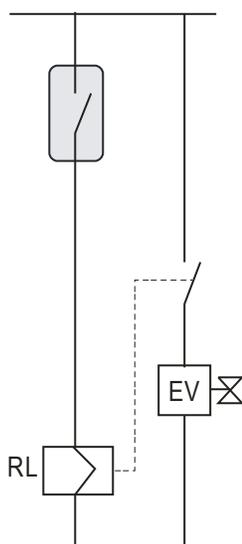
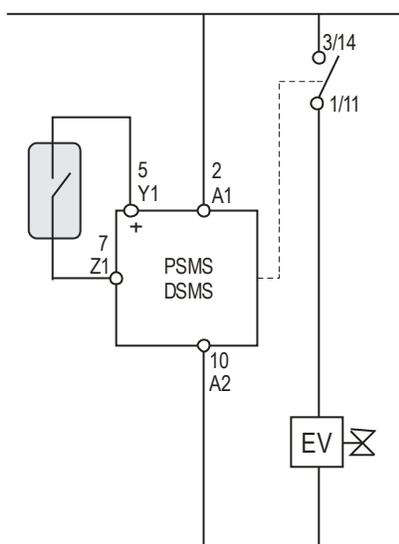

Figura 3.
Figura 4.
- Es conveniente que los dispositivos de control (bomba, electroválvula, etc.) se activen a través de un relé auxiliar convencional (figura 3) o a través de un relé protector de contactos PSMS/DSMS (figura 4).